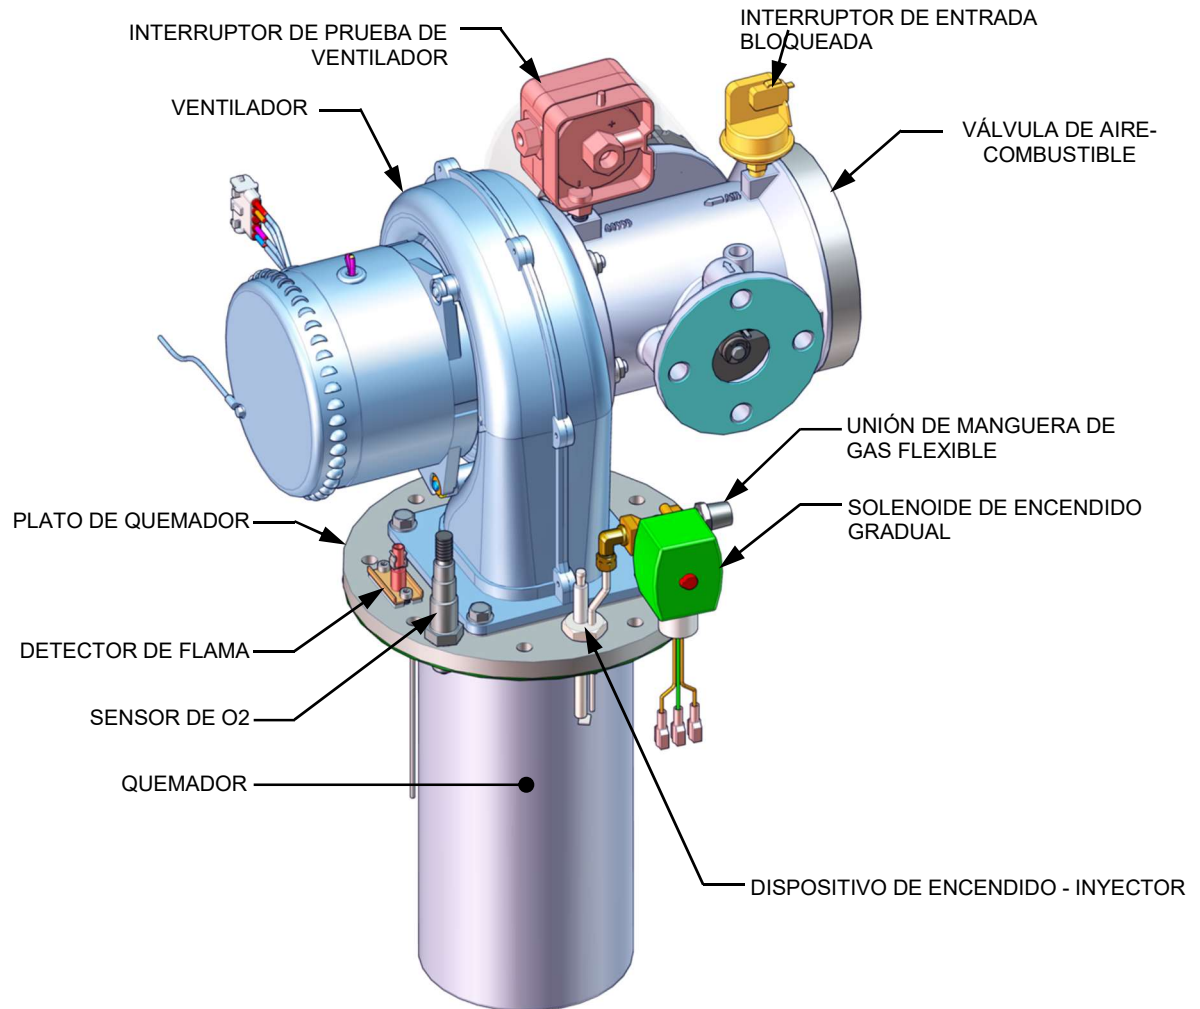
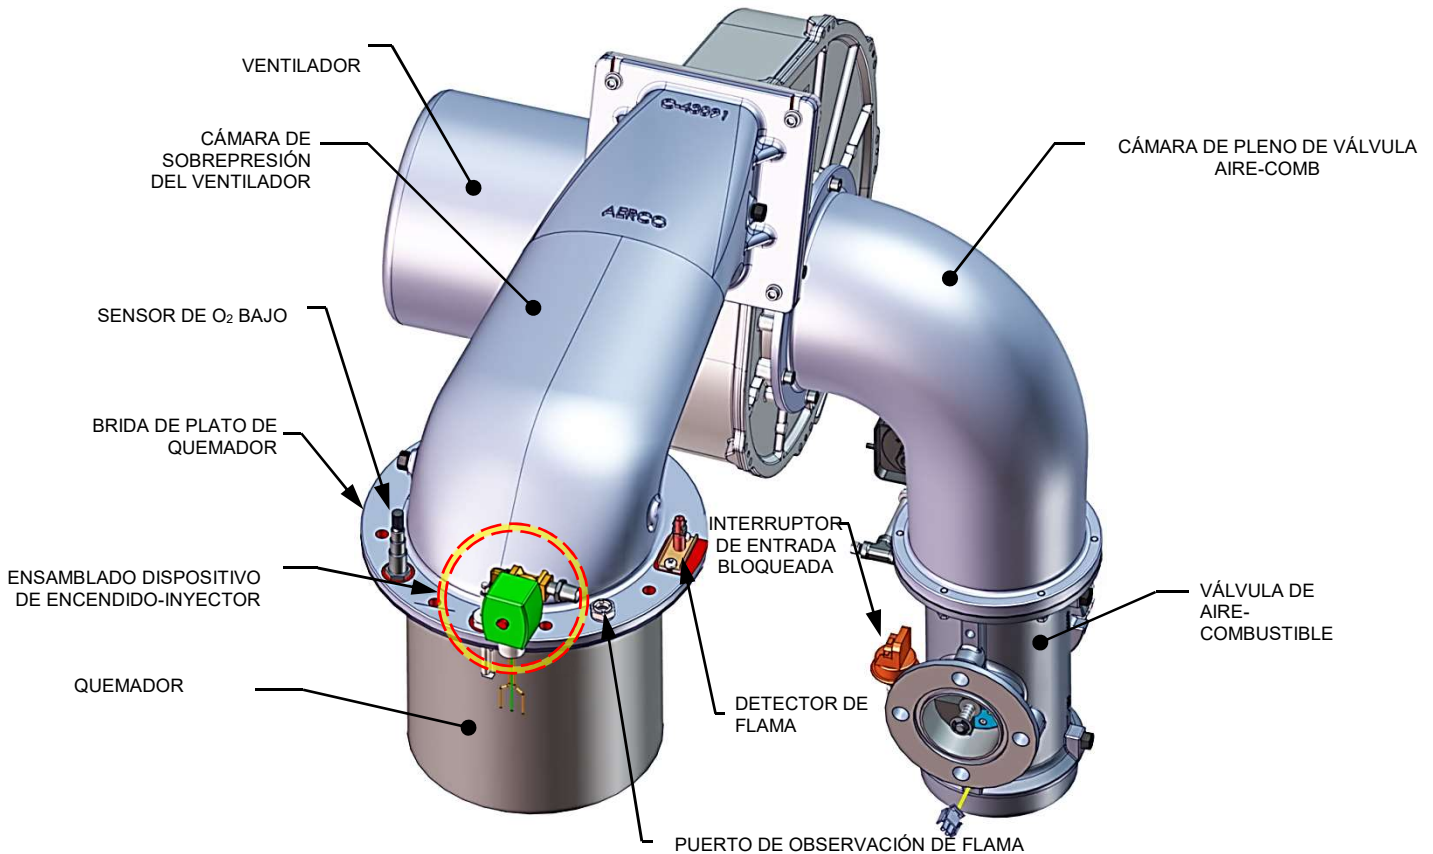

Figura 4-1a: Ensamblado del quemador de BMK 750/1000 (retirado de la caldera)
Figura 4-1c: Ensamblado del quemador de BMK 2500/3000 (retirado de la caldera)
El dispositivo de encendido-inyector (N/P **58023**) se localiza en el plato del quemador en la parte superior de la caldera. Además de proporcionar la chispa de encendido que se requiere para encender el quemador, el dispositivo de encendido-inyector también tiene el tubo del inyector de gas, el cual conecta con el ensamblado de encendido gradual. De la Figura 4-1a a la Figura 4-1c se muestra el ensamblado completo del quemador retirado de la caldera y se señala la ubicación del detector de flama del dispositivo de encendido-inyector y demás componentes relacionados.
2. Retire la cubierta superior de la unidad tomando la agarradera superior y alzando. Esto desenganchará la cubierta de los cuatro (4) sujetadores en los paneles laterales.
3. Desconecte el cable del dispositivo de encendido-inyector (ver de la Figura 4-1a a la 4-1c, que parecen antes).
El detector de flama (kit N/P **24356-1**) se localiza en el plato del quemador en la parte superior de la unidad (ver de la Figura 4-1a a la 4-1c y de la 4-2a a la 4-2c, que se muestran antes). El detector de la flama puede estar caliente. Permita que la unidad se enfríe lo suficiente antes de quitar el detector de flama. Inspeccione o remplace el detector de flama de la siguiente manera:
El sensor de oxígeno bajo (kit N/P **61026-1**) se localiza en el plato del quemador en la parte superior de la unidad (ver de la Figura 4-1a a la 4-1c y de la 4-2a a la 4-2c). El sensor puede estar caliente. Permita que la unidad se enfríe lo suficiente antes de quitar el sensor de O₂.